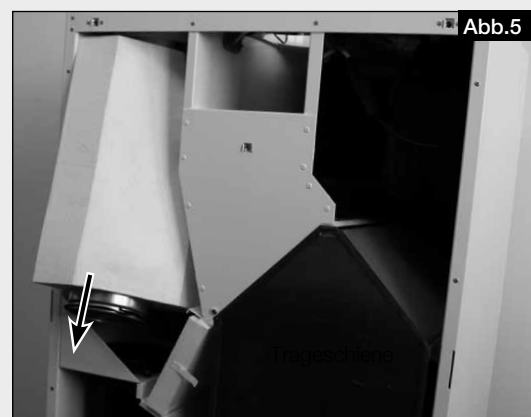

Abb. 5
2. Unterseite des Schalldämpfers herausschwenken und den Schalldämpfer nach unten aus dem Gerät herausnehmen (s. Abb. 5).